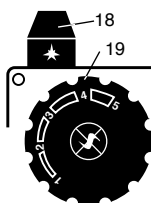

Fig. 2.2.a
- Mettere il pomello di comando (18) nella posizione indicata (fig 2.2.a)